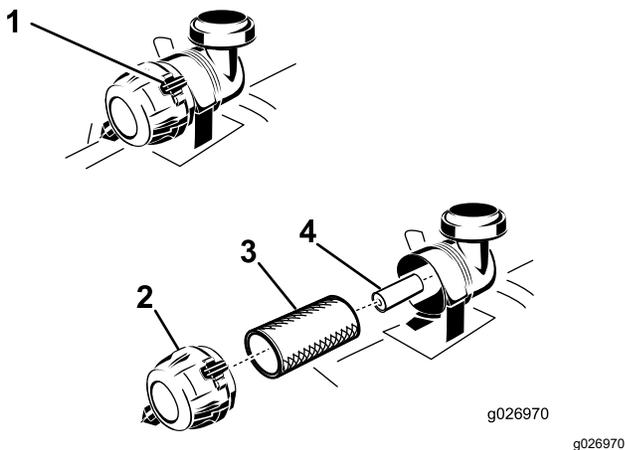

Рисунок 49
4. Освободите стопорные зажимы воздухоочистителя и отделите крышку от корпуса воздухоочистителя (Рисунок 49).
6. Осторожно извлеките фильтр грубой очистки из корпуса воздухоочистителя (Рисунок 49).
2. При замене внутреннего фильтра осторожно вставьте его в корпус фильтра (Рисунок 49).
3. Осторожно вставьте фильтр грубой очистки поверх контрольного фильтра (Рисунок 49).
4. Установите крышку воздухоочистителя колпаком сапуна вниз и поверните, зафиксировав стопорными зажимами (Рисунок 49).